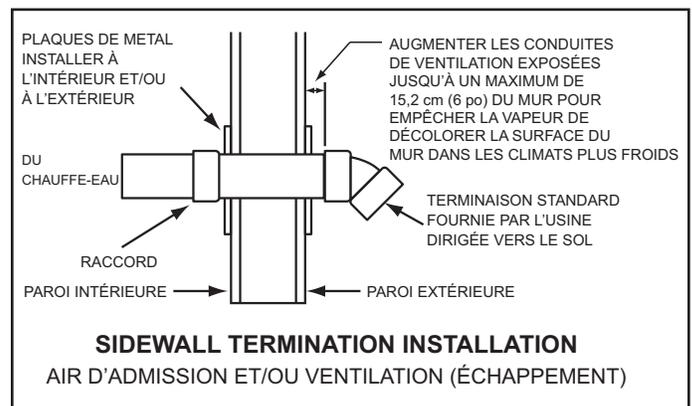

Figure 27
- Couper une ou plusieurs longueurs de tuyau à installer de 8,9 cm (3,5 po) à 24,1 cm (9,5 po) plus longues que l'épaisseur de paroi à l'ouverture. Voir Figure 27.
- En travaillant de l'extérieur, faire glisser le tuyau et la ou les terminaisons assemblées aux étapes précédentes à travers la paroi. S'assurer de diriger la ou les terminaisons vers le sol. Voir Figure 27.
- Installer un accouplement à l'extrémité du ou des tuyaux à l'intérieur du bâtiment. Avant que le calfeutrage à la silicone n'ait eu le temps de prendre complètement, sortir du bâtiment et s'assurer que la ou les terminaisons sont toujours dirigées vers le sol. Voir Figure 27.